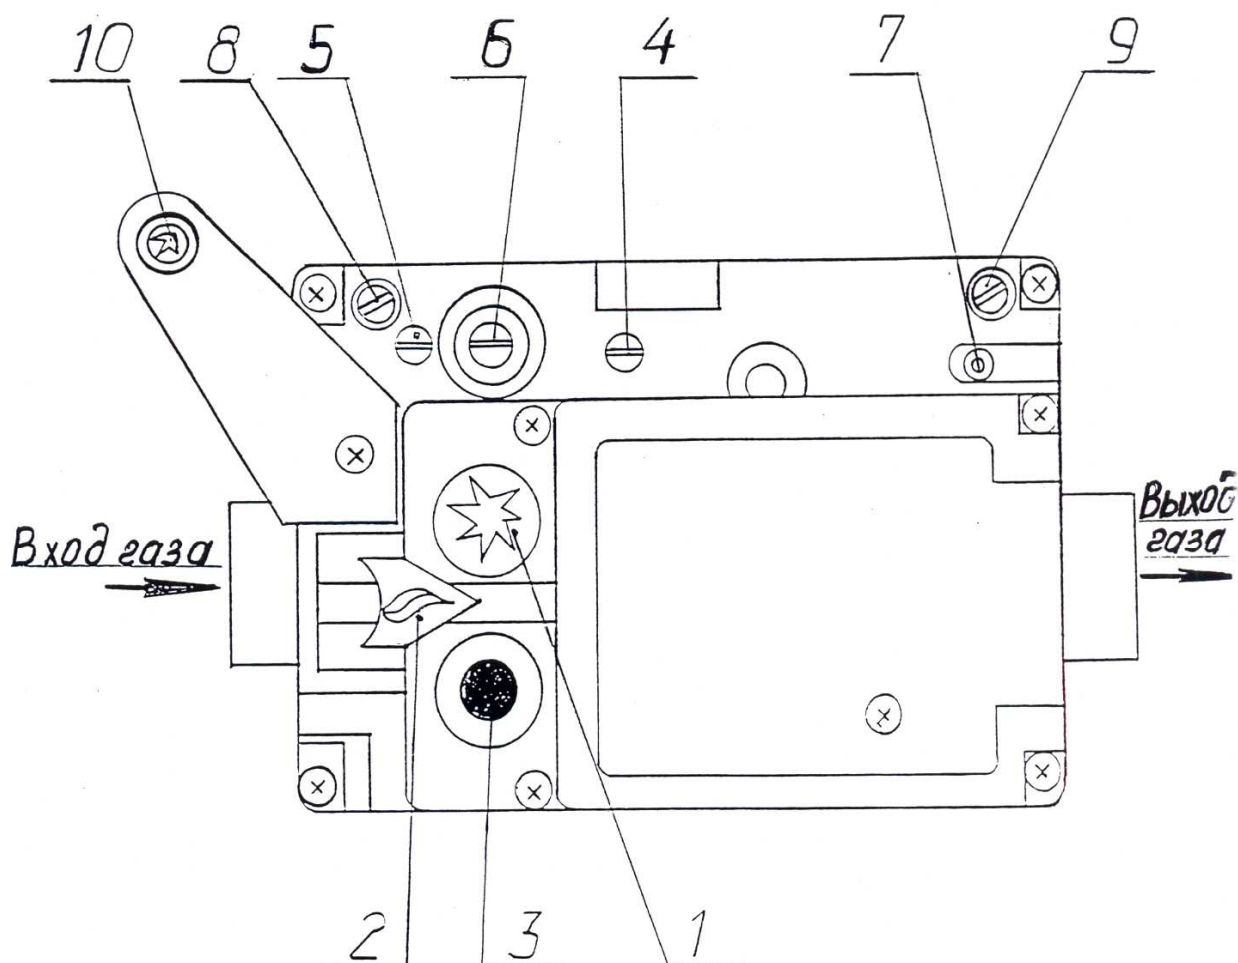

Рис.5. Элементы управления газовым клапаном.
6.3.5. Нажмите кнопку «*» (п.1 рис.5) и удерживайте её полностью нажатой – проход газа к запальной (пilotной) горелке открывается. Не отпуская кнопку «*», нажмите кнопку пьезовоспламенителя 10 до щелчка. Контролируйте розжиг запальной горелки через смотровое отверстие щитка.
6.3.8. Для включения основной газовой горелки нажмите поперечную кнопку (поз. 2, рис. 5).
6.7. Для полного выключения котла нажмите кнопку «●» (поз.3 рис.5) полностью.